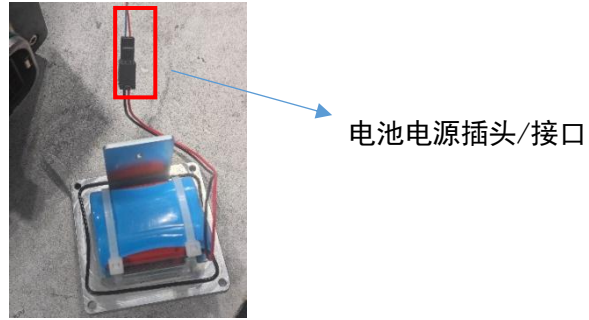

图 6.4 电池仓版本的电池电源插头/接头位置
- 3) 拔出图 6.4 所示电池电源插头，取下旧电池；
- 4) 将新电池电源插头插入图 6.4 所示电池电源接口处；